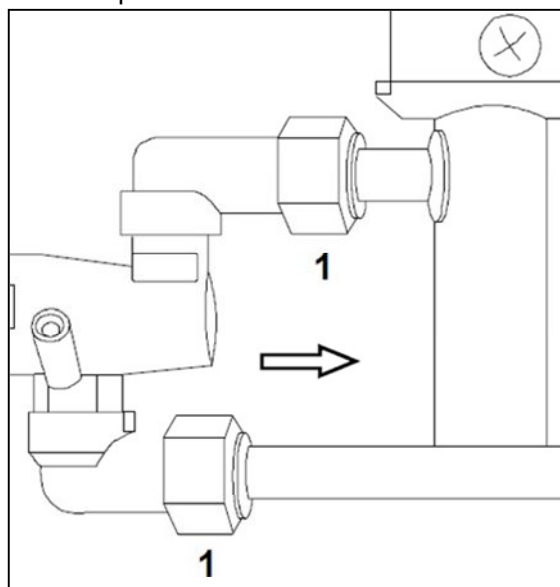

FIG.19
- Enlever le robinet des raccords de jonction aux canalisations du gaz (FIG.19-Réf.1).